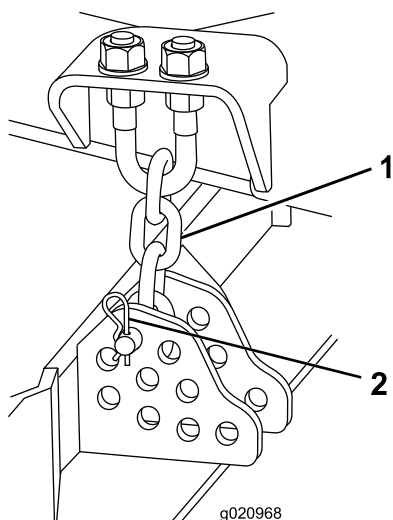

Figura 19
9. Retire o perno de gancho e pino de segurança que fixam as correntes da altura de corte à traseira da plataforma do cortador (Figura 19).